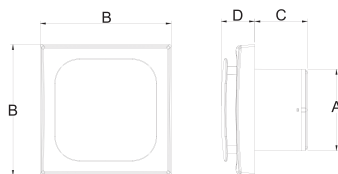

Рис. 8. Габаритные размеры
3. Поставить перемычку между клеммами L и SL вентилятора (рис. 8).